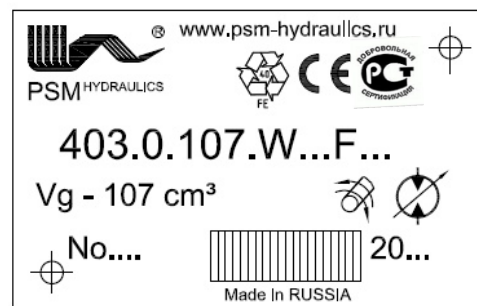

Рисунок 7
2.7.1 Маркировка изделия выполнена на табличке (рисунок 7), прикрепленной на корпусе, и содержит следующие сведения: